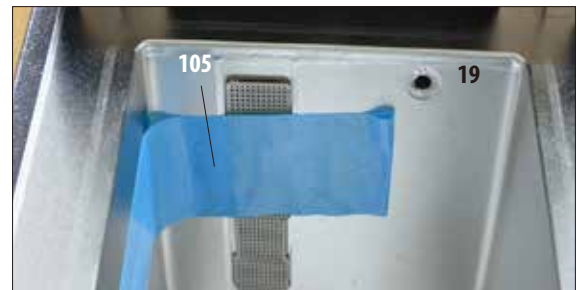

Bild 19
- I retorten finns skyddstejp (105) som håller fast nivågivarnas lock (bild 19). Avlägsna även denna tejp.